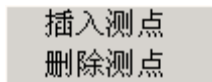

图 7.8 数据列表区菜单
如果用户点击右键, 会弹出菜单如图 7.8 所示
1) 波列窗口。用于显示当前检测面的波列及各个波形对应的深度。当鼠标在波列窗口中滑动时，经过某一波形时该波形颜色变成蓝色，表示此波形处于可选状态，此时如果单击鼠标左键，则该波形颜色变成红色，表示该波形被选中，同时该波形显示在单波分析窗口中并可以对该波形进行分析，通过选择窗口下面的标签，可以在不同的几个检测面之间切换(如图 7.8)。